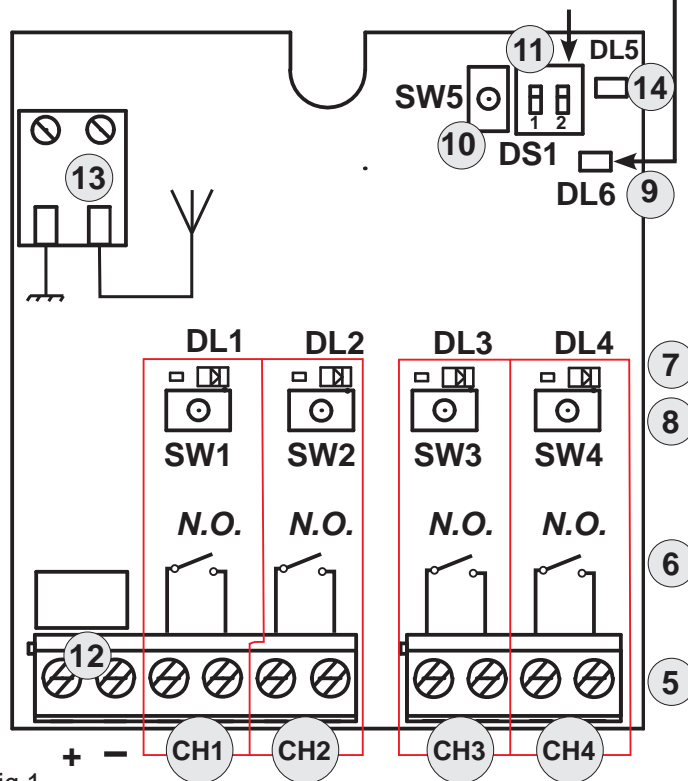

Fig.1
- 4) Appuyer, pendant 1 seconde, sur le bouton-poussoir du récepteur (Fig.1 réf. ⑧), correspondant au canal auquel on souhaite associer la radiocommande.
- 5) La LED correspondante sur le récepteur (Fig.1 réf. ⑦) commence à clignoter lentement pendant 5 s.
- 7) La LED sur la platine (Fig.1 réf. ⑦) s'allumera fixe pendant 1 seconde, puis elle s'éteindra, indiquant que la mémorisation a été effectuée.